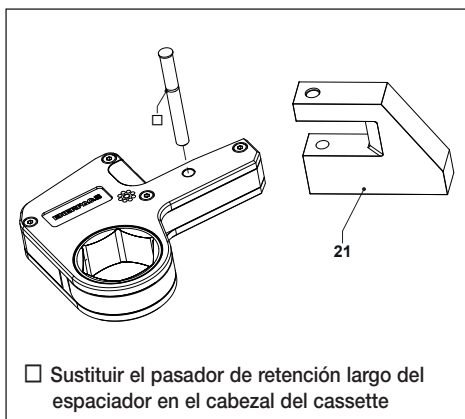

Fig. 7
3.4.2 Conectar la pala de reacción de la serie WRP (Fig. 7)
- Coloque el cabezal en el recorte en la pala de reacción de la serie WRP (21), alineando los orificios en la pala con el orificio en el cabezal.